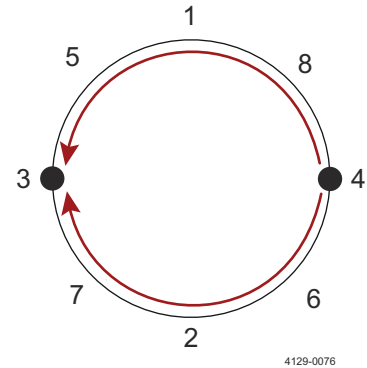

Figura 3
7. Saldare le posizioni da 3 a 4 dall'esterno (figura 3) e raffreddare con dell'aria compressa. Continuare a saldare tra i punti di saldatura 3 e 4 in direzione opposta. Raffreddare le sezioni saldate con aria compressa dopo ogni saldatura.